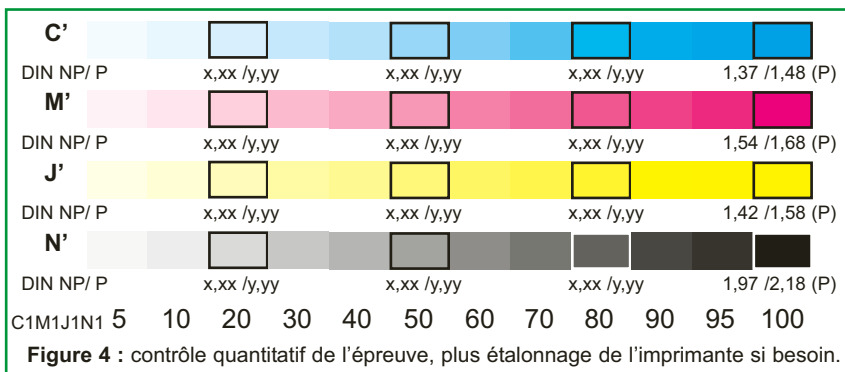

Figure 4 : contrôle quantitatif de l'épreuve, plus étalonnage de l'imprimante si besoin.
- Éléments destinés à vérifier le bon étalonnage des encres primaires C', M', J', N' de l'imprimante (Figure 4) :